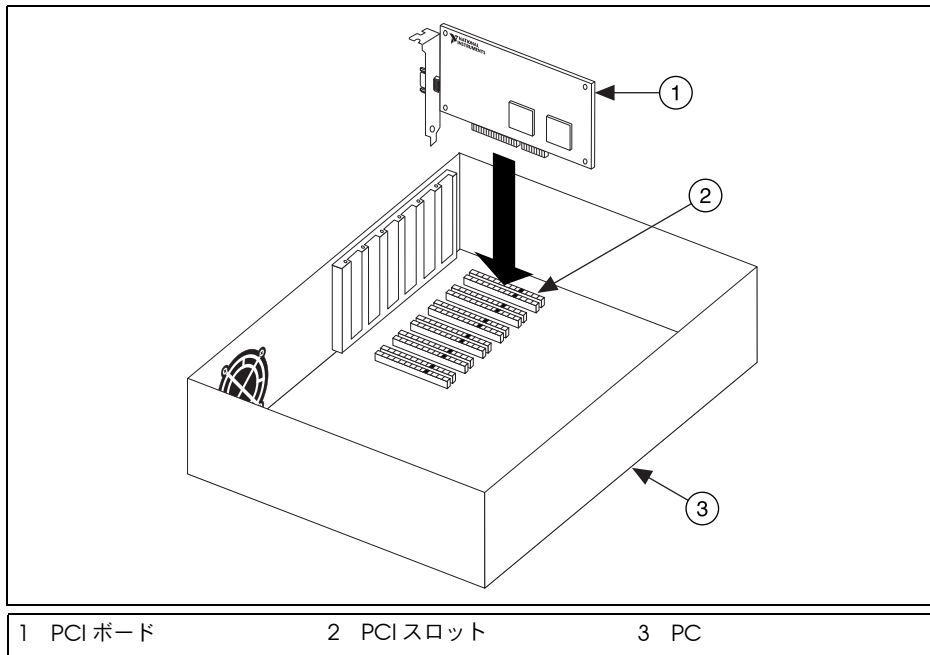

図 16 PCI-GPIB の取り付け方法
5.  図 16 のように、GPIB ボードの GPIB コネクタが背面パネルから突き出た状態で、ボードをスロットに差し込みます。きつい場合もありますが、無理にボードを押し込まないでください。